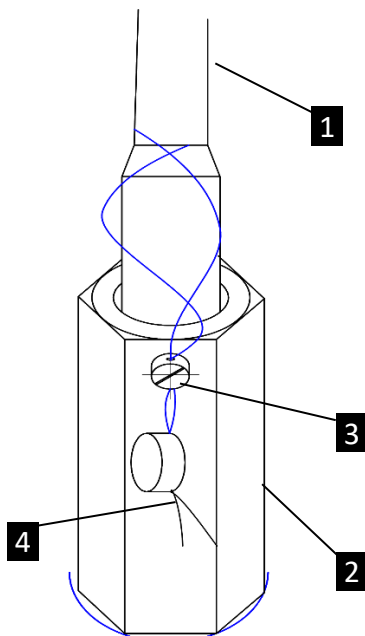

Рисунок 13
Пломбировка преобразователя температуры (рисунок 13):
- 3 Для пломбирования места установки преобразователя температуры **1** в гильзе **2** проволочной пломбой **4** в гильзе предусмотрены отверстия (рисунок 13).